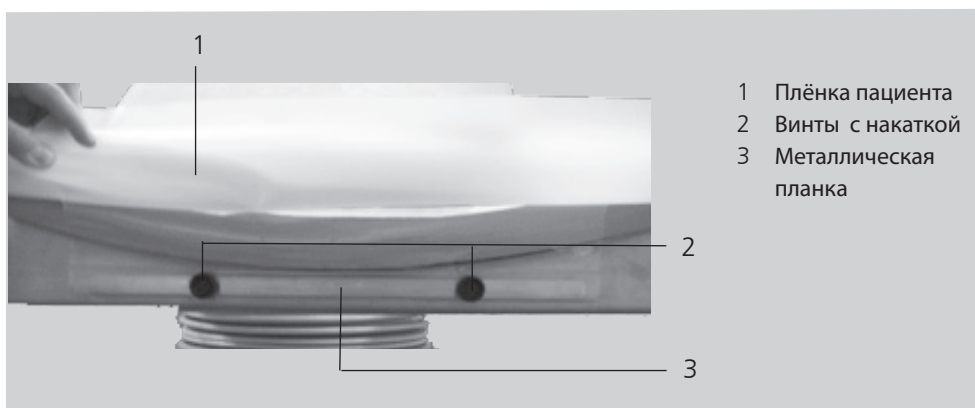

Рисунок 8-2 Стандартная металлическая планка с винтами с накаткой
- Отвинтите два винта с накаткой в ножной части стола (рис. 8-2/2).
- Снимите металлическую планку с плёнки (рис. 8-2/3).
- Наложите металлическую планку на плёнку пациента (рис. 8-2).